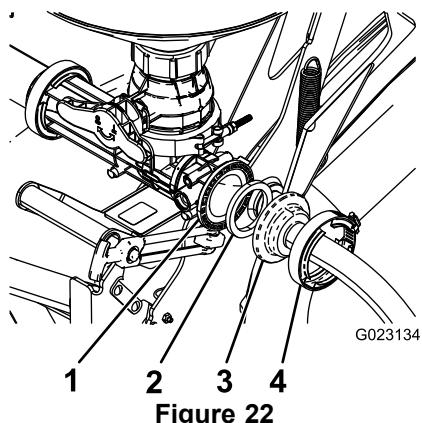

Figure 22
- Fixez l'extrémité du flexible d'alimentation non muni d'une traversée dans l'orifice arrière sur la vanne de mélange, au moyen d'un joint et d'un collier à vis sans fin (Figure 22).